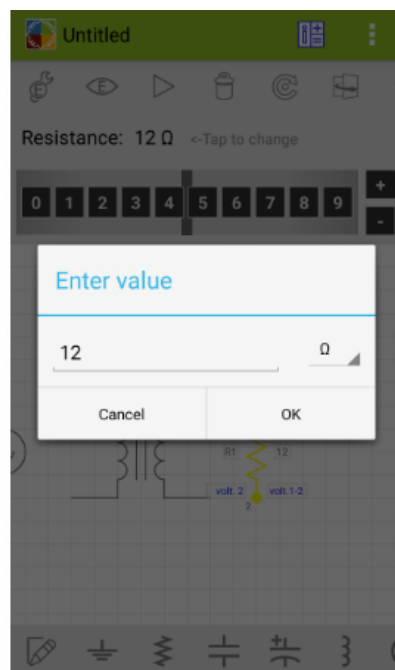

Figura 2.11
2.11 – Por fim, é preciso configurar o resistor ligado ao secundário do transformador. Para isso, basta tocar nele, depois em **PROPERTIES**, em **RESISTANCE** 1 k Ω , em “**TAP TO CHANGE**” e alterar o valor de resistência para 12. Além disso, é preciso alterar de k Ω para Ω (**Figura 2.11**).